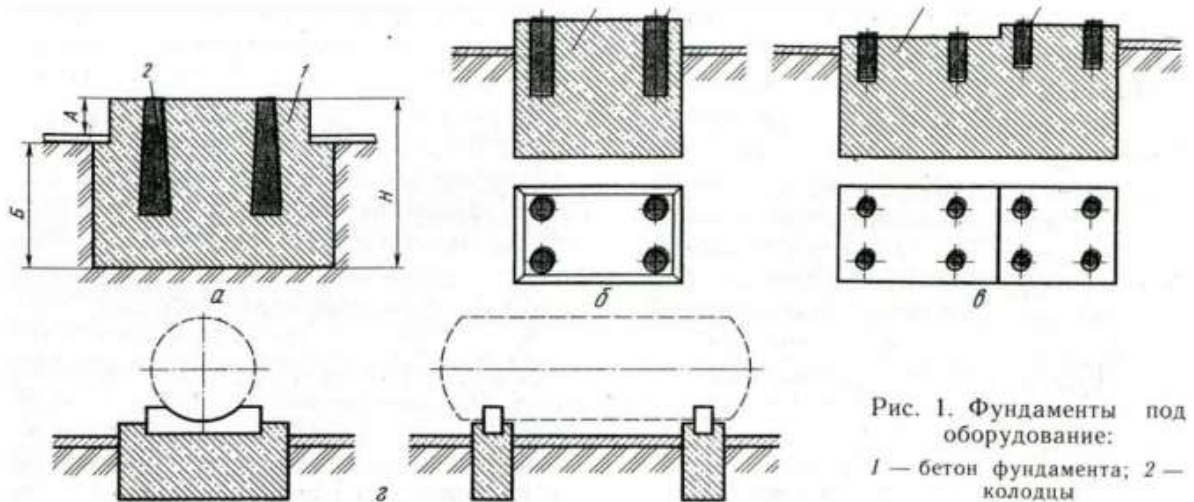

Рис. 1. Фундаменты под оборудование:
**Монолитные и сборные фундаменты.** При монтаже средних и крупных холодильных машин обычно применяют монолитные фундаменты. Как правило, фундаменты размещают на грунте для предотвращения осадки фундамента. Фундамент (рис. 1, а) состоит из оголовка А, выступающего над полом, на котором размещается оборудование, и нижней части Б, опирающейся на грунт. Нижнюю плоскость фундамента называют подошвой, а грунт, на который опирается подошва, — основанием. Правильный выбор основания предотвращает осадку фундамента и обеспечивает устойчивое состояние оборудования, монтируемого на фундаменте. Высоту подземной части фундамента называют глубиной заложения. Глубина заложения фундамента зависит от многих факторов: характеристики грунта, глубины промерзания, уровня грунтовых вод. Глубины заложения фундаментов должны приниматься в соответствии со СНиП II-15—74 «Основания зданий и сооружений» и СНиП П-Б.5—67 «Свайные фундаменты. Нормы проектирования». Некоторые виды фундаментов, предназначенных для размещения холодильного оборудования, представлены на рис. 1, б, в, г.